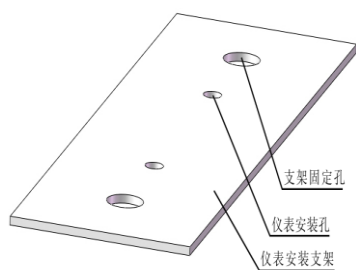

图 4.2.3
(1) 仪器安装支架如下图 4.2.3 所示, 根据现场情况可水平或垂直安装。